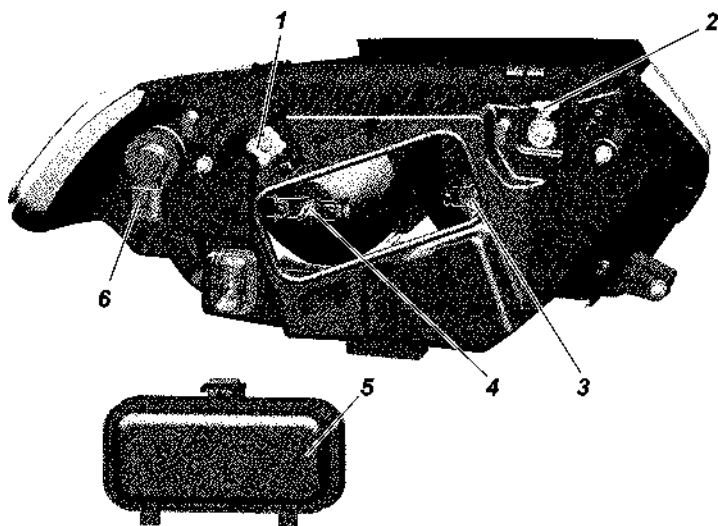

Рис. 9.35. Фара:
3. Включите ближний свет фар и, поочередно закрывая каждую фару, вращением регулировочного винта 1 (рис. 9.35) и регулировочной шестерни 2 добейтесь, чтобы светотеневая
Замена ламп фар. Для замены лампы указателей поворота снимите колодку с патрона 6 (рис. 9.35), поверните патрон по часовой стрелке (для правой фары) или против часовой стрелки (для левой фары) и выньте патрон в сборе с лампой.